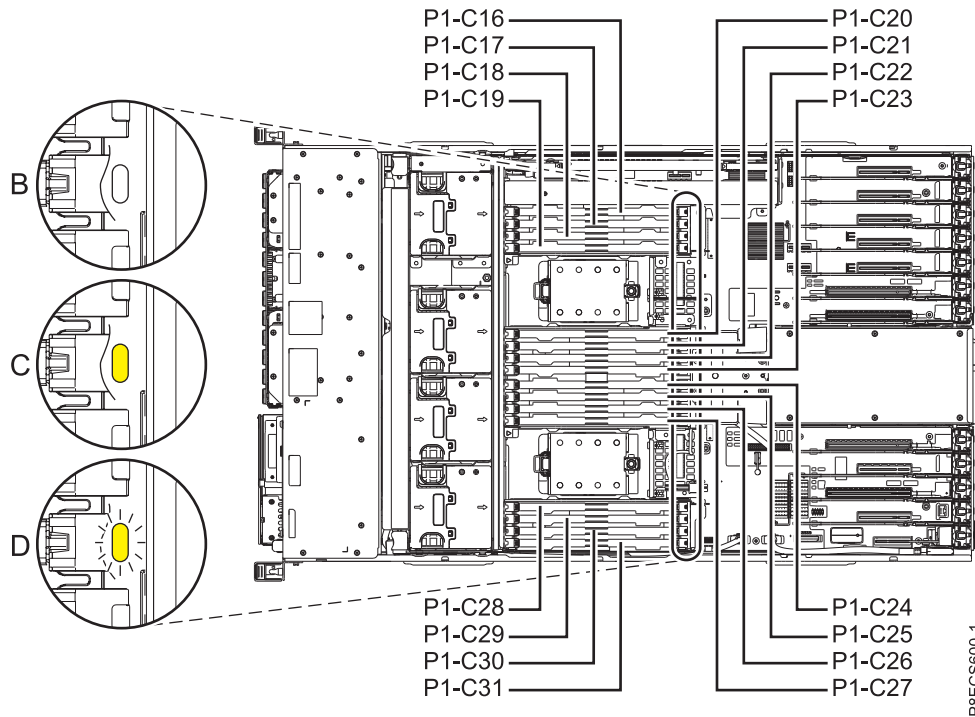

Figure 4. Emplacements des modules de mémoire et des voyants d'activité d'un système 8247-42L, 8286-41A ou 8286-42A
1. Si vous retirez le module de mémoire dans le cadre d'une autre procédure de maintenance, passez à l'étape 3, à la page 8. Les emplacements de module de mémoire sont situés sur le fond de panier du système. Vous pouvez voir les emplacements module de mémoire après avoir retiré le capot d'accès et la grille d'aération comme expliqué dans cette procédure. Les étiquettes sur le système indiquent les codes d'emplacement pour les modules de mémoire. figure 4, à la page 8 montre les emplacements et les voyants d'activité des module de mémoire dans un système 8247-42L, 8286-41A ou 8286-42A.